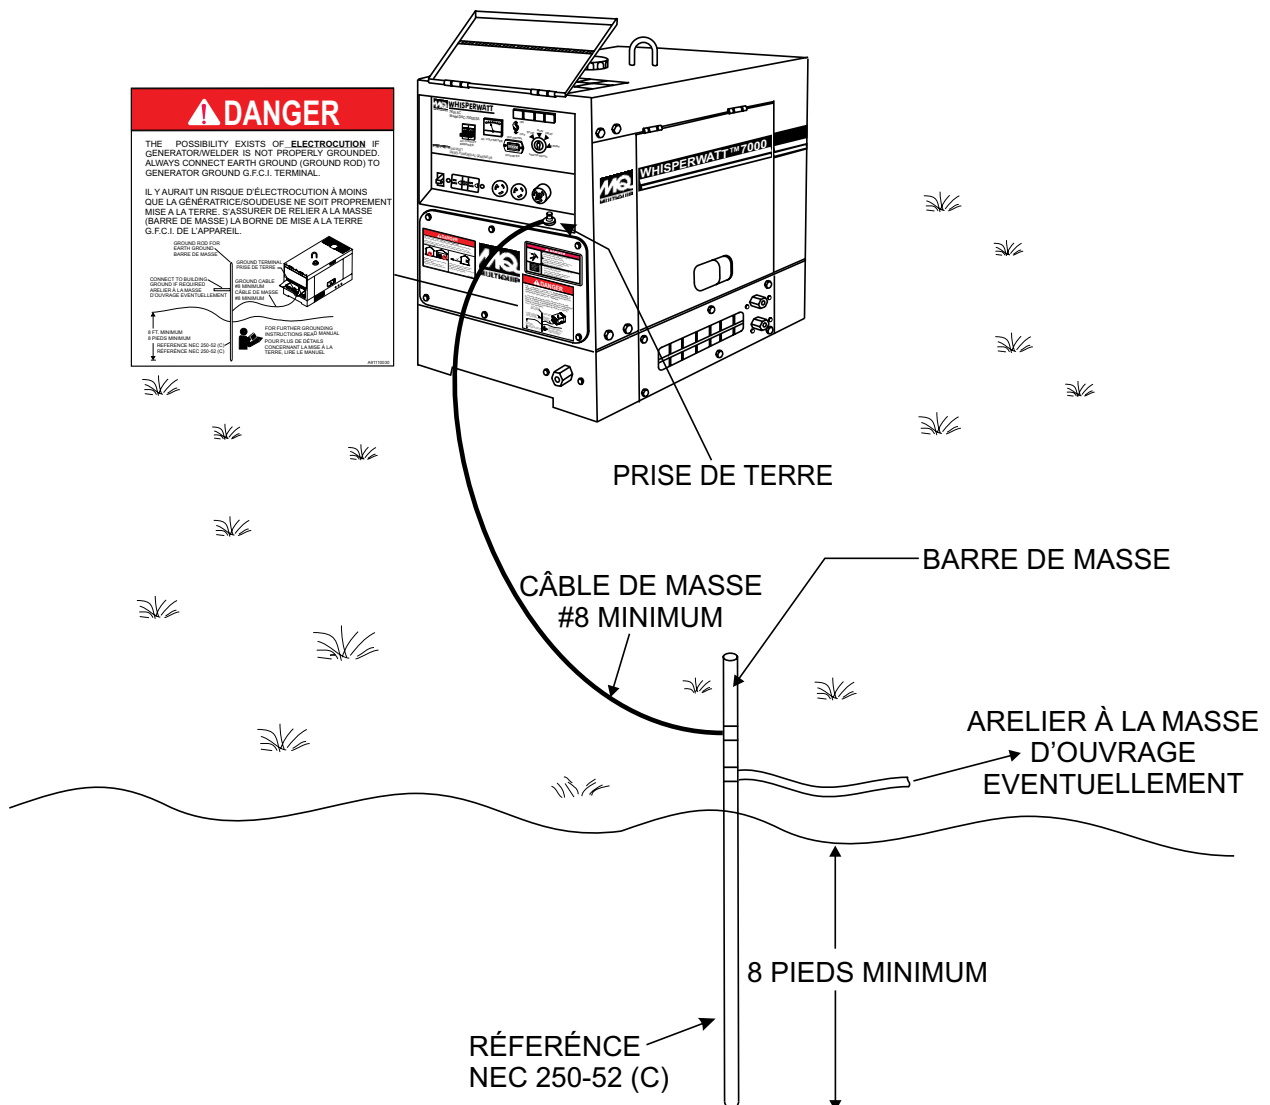

Figure 2. Mise à la terre du générateur
Lors du raccordement du générateur, reliez la borne du câble de terre entre la rondelle frein et l'écrou (figure 2) et serrez entièrement l'écrou. Branchez l'autre extrémité du câble à un piquet de terre approprié (piquet de terre).
2. Lors de la mise à la terre du générateur (figure 2) connectez le câble entre la rondelle frein et l'écrou sur le générateur et serrez entièrement l'écrou. Branchez l'autre extrémité du câble de terre à la mise à la terre.